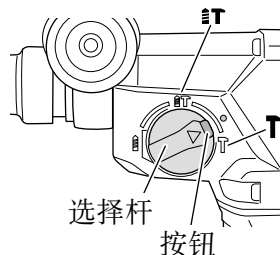
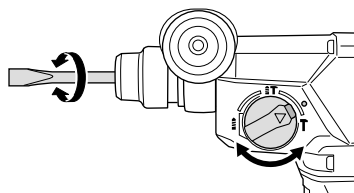

图 28
图 29
- (1) 安装尖钻或冷镦。
- (2) 按下按钮，并将选择杆调整至 **T** 记号和 **T** 记号的中间 (图 28)。旋转被释放，转动冷镦并将其调整到所需方向 (图 29)。